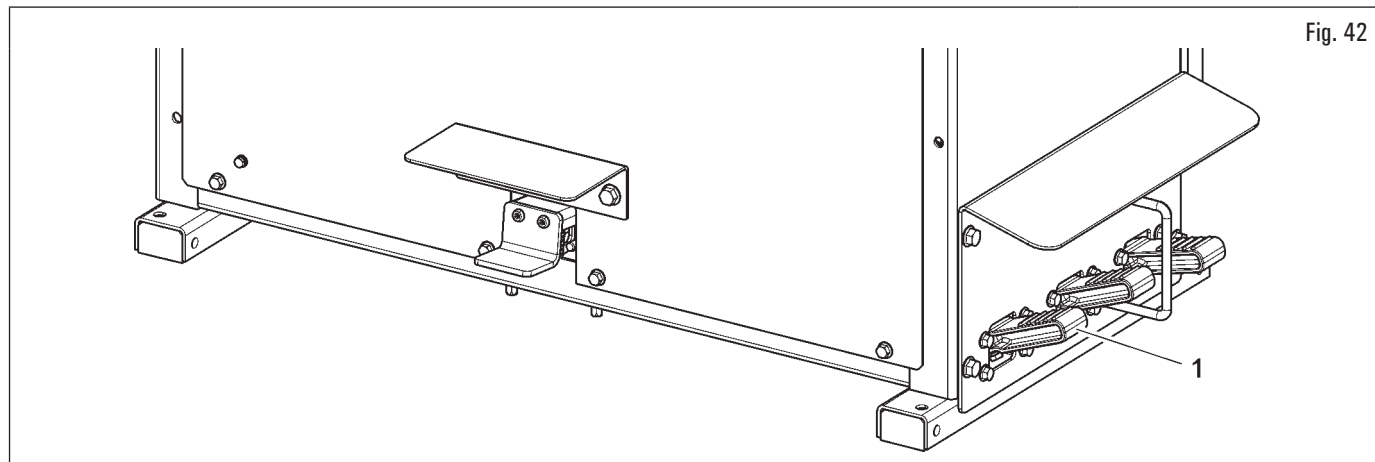

Fig. 42
1. posicionar el brazo operativo en posición de trabajo actuando en el pedal (Fig. 42 ref. 1);
7. al finalizar el montaje quitar el brazo para colocarlo en posición de reposo operando en el específico pedal (Fig. 42 ref. 1);